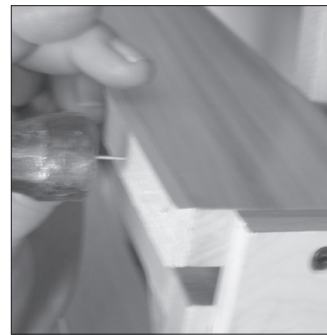

Fig 2
Étape 2. Attacher le rail tampon aux éléments coulissants du module avec de petits clous à finition ou à tête perdue. Voir la figure 2. **Remarque.** Aligner les rails tampon sur le rebord antérieur de l'élément coulissant du module. Aligner le rail tampon sur les sections supérieures de la bride de montage inférieure de l'armoire de base. Voir fig. 3